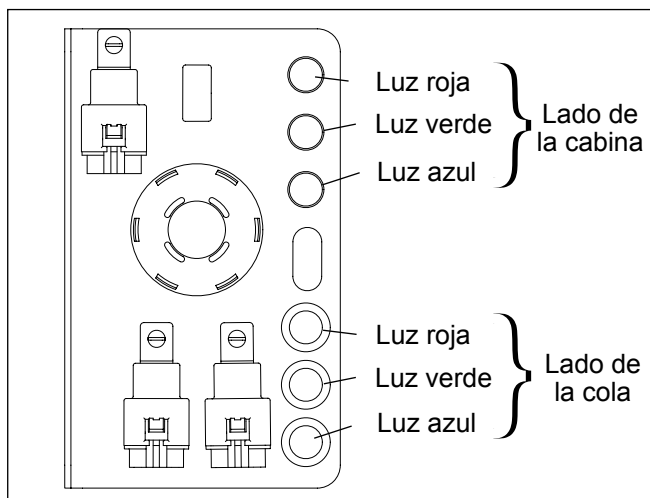

Ilustración 4.4 — Panel indicador del sistema de calefacción de aceite automático
2. Si la luz azul indicadora se enciende en el panel indicador del sistema de calefacción de aceite automático (consultar la Ilustración 4.4), proceda al paso 3. Si la luz azul está apagada, y la luz verde está encendida, esto indica que la temperatura del aceite hidráulico está por encima de los 45 grados Fahrenheit (7 grados Celsius), y la calefacción automática de aceite no funcionará. Proceda al paso 6.
7. Si en cualquier punto durante la operación, la alarma de recalentamiento o la luz roja se enciende en el panel indicador del sistema de calefacción de aceite automático (consultar la Ilustración 4.4), mueva el interruptor de la cola de Calentamiento automático a Apagado.